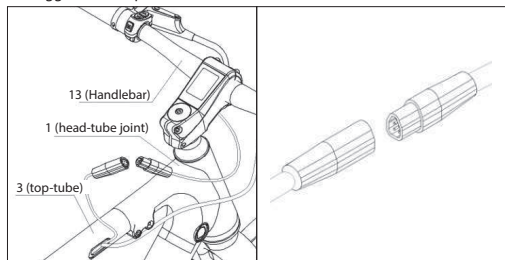

Figur 1-5
- Du skyver styret til venstre og høyre for å sentrere det; roter dem litt slik at bremsehendlene er vinklet nedover. Deretter strammer du gradvis skruene i en A-B-C-D-sekvens, som vist i [Figur 1-5].